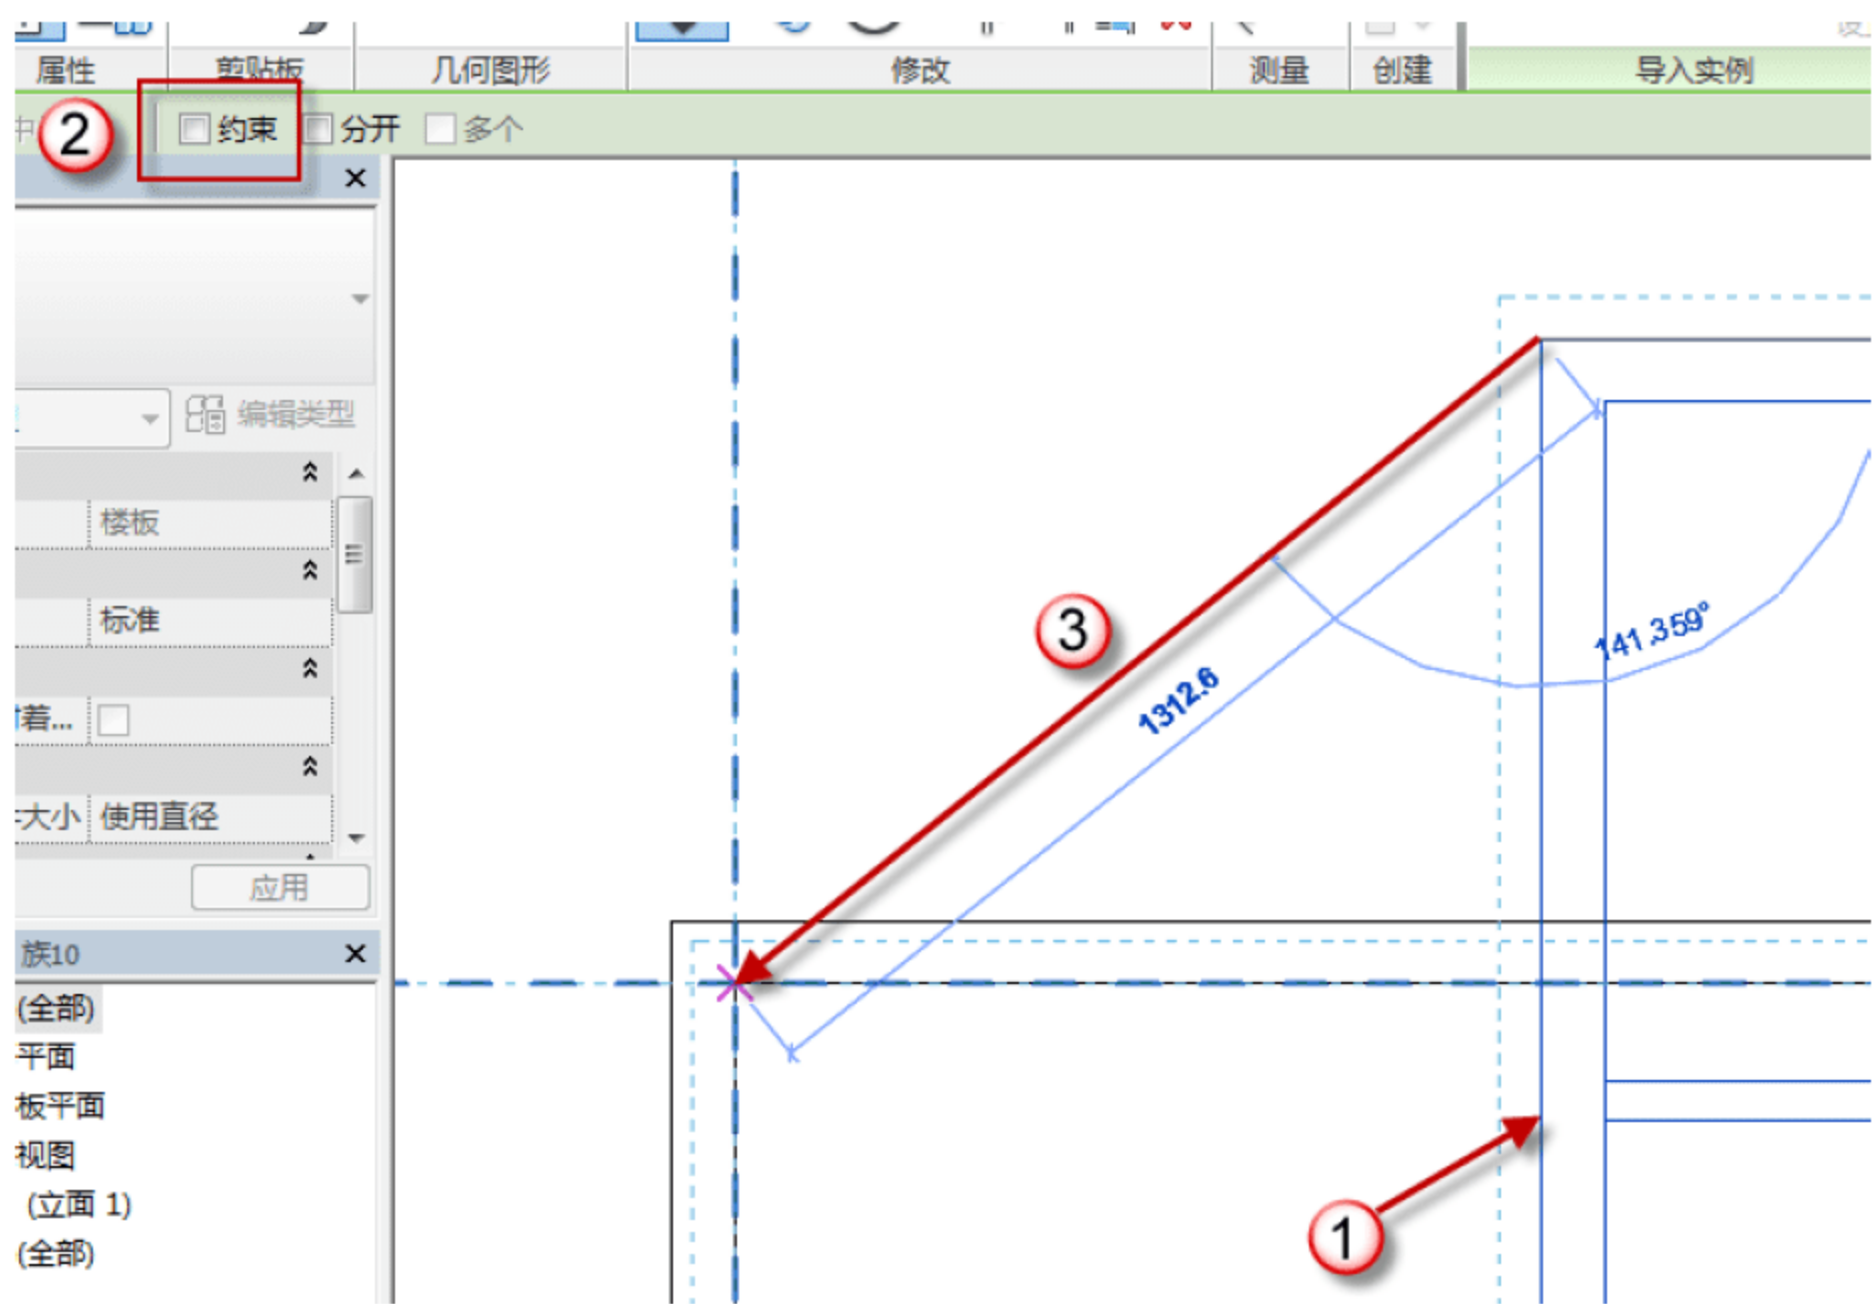

图 12.1.34 移动 CAD 底图
(9) 移动 CAD 底图。选择已经插入的 CAD 底图，按快捷键 M+V，取消选项栏中“约束”复选框的选择，移动 CAD 底图，如图 12.1.34 所示。